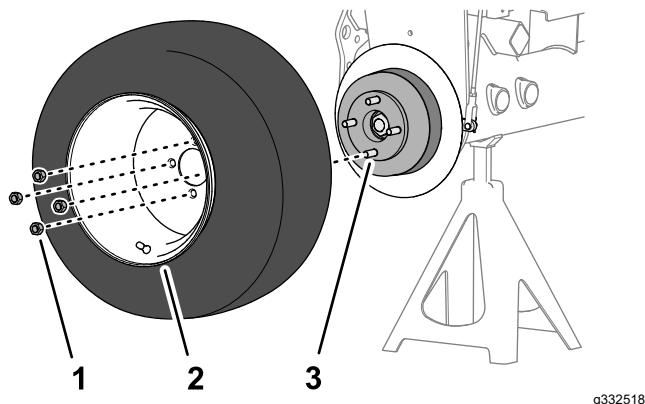

Bild 64
1. Entfernen Sie die vier Radmutter, mit der das Vorderrad an der Nabe befestigt ist, und nehmen Sie das Rad ab (Bild 64).